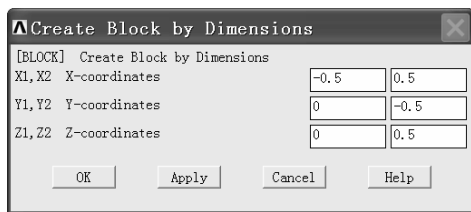
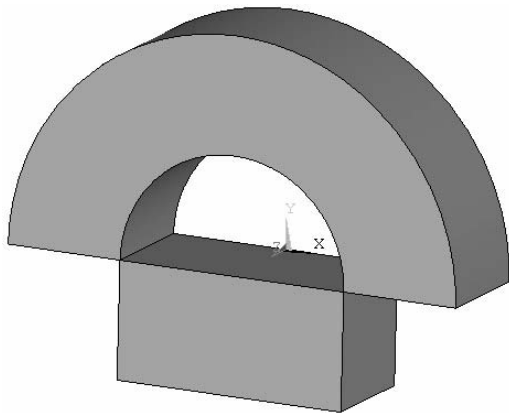

图 3-146 “Create Block by Dimensions”窗口
图 3-147 生成第一个方块
- (5) 依次选择 Main Menu>Preprocessor>Modeling>Create>Volumes>Block>By Dimensions, 弹出“Create Block by Dimensions”窗口(见图 3-146)。按图 3-146 所示在各个数据框内输入相应数据, 然后单击“OK”按钮生成第一个方块(见图 3-147)。